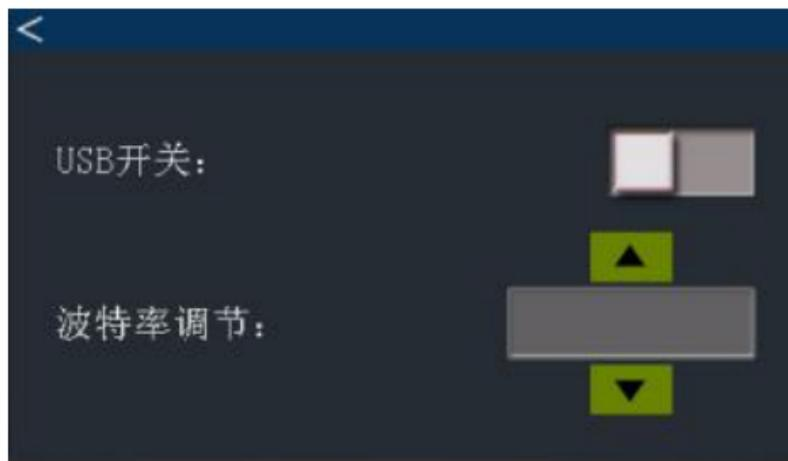

图 25 通讯设置界面
- v. 通讯设置：点击通讯设置，进入通讯设置界面（图 25），根据通讯需求可选择 USB 的打开和关闭，以及对传输波特率进行选择设置。波特率共有